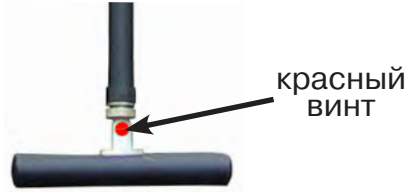

Рис.9.4
По направлению «стрелки» можно отличить «свой» сигнал от «чужого», поскольку направление тока в «своей» коммуникации противоположно «перенаведенным» токам, протекающим по «чужим» коммуникациям. Направление сигнала - вперед (↗) является условным понятием и «назначается» оператором для данного положения датчика относительно данной трассы, которое фиксируется оператором по метке в виде красного винта (рис.9.4), расположенной на одной из сторон датчика ЭМД-247.
4. «Назначение» производится нажатием кнопки **f** при расположении датчика точно над «выделенной» коммуникацией, считающейся «своей». После этого указатель направления сигнала приобретает вид -↘. При переходе на «чужую» коммуникацию с другим «направлением сигнала» (или при изменении положения датчика на «обратное») раздастся звук и стрелка покажет «направление сигнала - назад ↖» (рис.9.4)